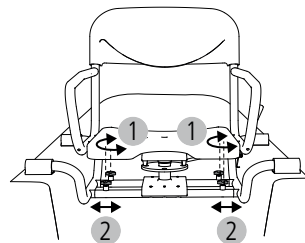

Abb. 5
1. Der Badedrehwannensitz muss an die Badewannenbreite angepasst werden. Dafür lösen Sie die Sterngriffschrauben (4 Stk.) (Abb. 5, 1)
2. Setzen Sie den Badewannendrehsitz in die Badewanne und ziehen Sie beide Seitenauflagen gleichmäßig hinaus, sodass die Gummiauflagen vollständig auf dem Wannenrand aufliegen (Abb. 5, 2).
3. Abschließend drehen Sie die Sterngriffschrauben (4 Stk.) wieder fest (Abb. 5, 1).